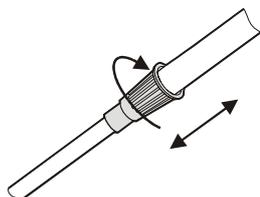

Figura.3
3. Girare il dado di blocco dell'asse in senso orario fino ad allentarlo, allungare o accorciare l'asse in modo che quando ci si trova in posizione verticale con il rilevatore in mano, la sonda di ricerca sia a livello e circa mezzo pollice sopra la terra con il braccio disteso al sul fianco. (Figura.3).